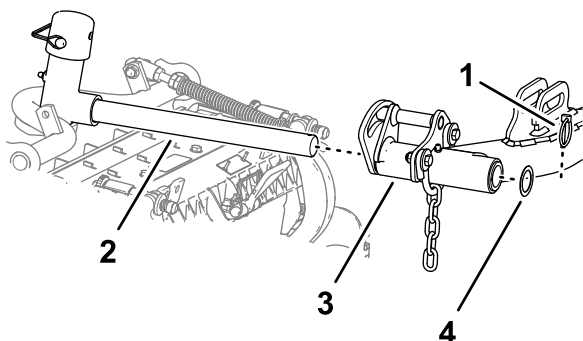

Рисунок 22
5. Подведите режущий блок под подъемный рычаг (Рисунок 22).